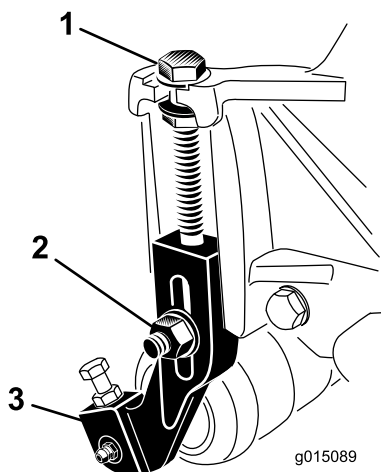

Figura 15
1. Slăbiți contrapiuliile care fixează consolele pentru înălțimea de tăiere de plăcile laterale ale unității de tăiere (Figura 15).